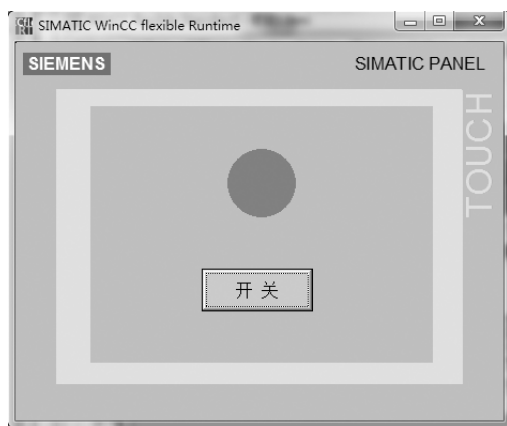

图 10-69 触摸屏运行界面
8) 运行系统。接通触摸屏和 PLC 的电源，触摸屏上出现如图 10-65 的界面，用手触摸“Start”按钮，触摸屏中弹出运行界面，如图 10-69 所示。当用手触摸触摸屏上的“按钮”时，触摸屏上的灯变亮（白色），而且 PLC 的 Q0.0 闭合（PLC 上的 Q0.0 指示灯亮），当再次用手触摸触摸屏上的“按钮”时，触摸屏上的灯变暗（黑色），而且 PLC 的 Q0.0 断开（PLC 上的 Q0.0 指示灯灭）。